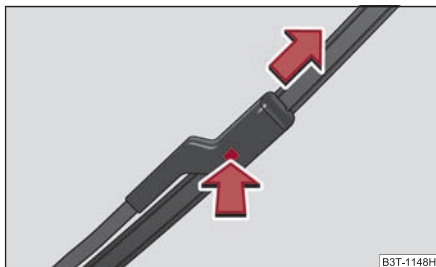

Fig. 74 Escobilla para el parabrisas
- Presione el seguro para desbloquear la escobilla y retírela en sentido de la flecha ⇒ fig. 74.